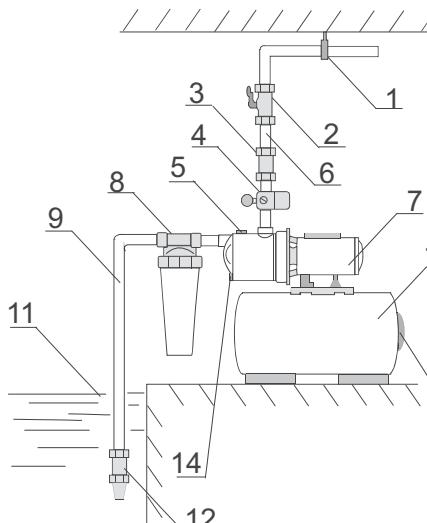

рис.1
Условные обозначения на рис.1: 1-опора напорной магистрали, 2-кран, 3-обратный клапан, 4-реле давления, 5-отверстие для залива воды (у Silverjet отсутствует), 6-напорная магистраль, 7-насос, 8-магистральный фильтр, 9-всасывающая магистраль, 10-гидроаккумулирующий бак, 11-вода, 12-обратный клапан с сеточкой, 13-крышка, закрывающая ниппель, 14-отверстие для слива воды.
8.1.5. Всасывающая труба должна иметь на конце обратный клапан с сеточкой (рис.1 поз.12) при всасывании из колодца, а также, если возможно попадание мелких механических частиц, магистральный фильтр перед насосной станцией (рис.1 поз.8).
8.1.7. На выходной трубе из насоса рекомендуется установить обратный клапан (рис.1 поз.3) для предотвращения гидроударов в моменты включения/выключения насоса и кран (рис.1 поз.2), настройка которого описана в пункте 12.6. Для Silverjet предусмотреть возможность залива воды в насос, так как отсутствует заливное отверстие.
- Откройте заливное отверстие, отвинтив гайку (рис.1 поз.5).
- Плотно завинтите заливное отверстие (рис.1 поз.5) для предотвращения подсоса воздуха.
- При работе насосной станции кран (рис.1 поз.2) должен быть открыт. Он является простым устройством настройки нормального режима работы насосной станции. При полностью открытых кранах всех точек разбора гидравлической системы и работающем насосе давление воды в системе (которое показывает манометр) не должно опускаться ниже минимально допустимого (указанного на корпусе насоса). Для этого кран (рис.1 поз.2) нужно прикрывать до тех пор, пока давление воды в системе (которое показывает манометр) не достигнет значения минимально допустимого, указанного на корпусе насоса. Возможен случай, когда это требование может быть выполнено при полностью открытом кране. Потом желательно предотвратить возможность случайного открывания/закрывания крана (рис.1 поз.2).
- Если насосная станция долгое время не будет работать, необходимо слить воду через сливное отверстие (рис.1 поз.14). Используя заливное и сливное отверстие промыть насос чистой водой. Убедитесь что в насосе не осталось воды. Эта операция должна проводится всегда, если есть угроза замерзания воды. При замерзании воды в насосе он разрушается и восстановлению не подлежит.
- снять пластиковую крышку на гидроаккумулирующем баке (рис.1 поз.13);